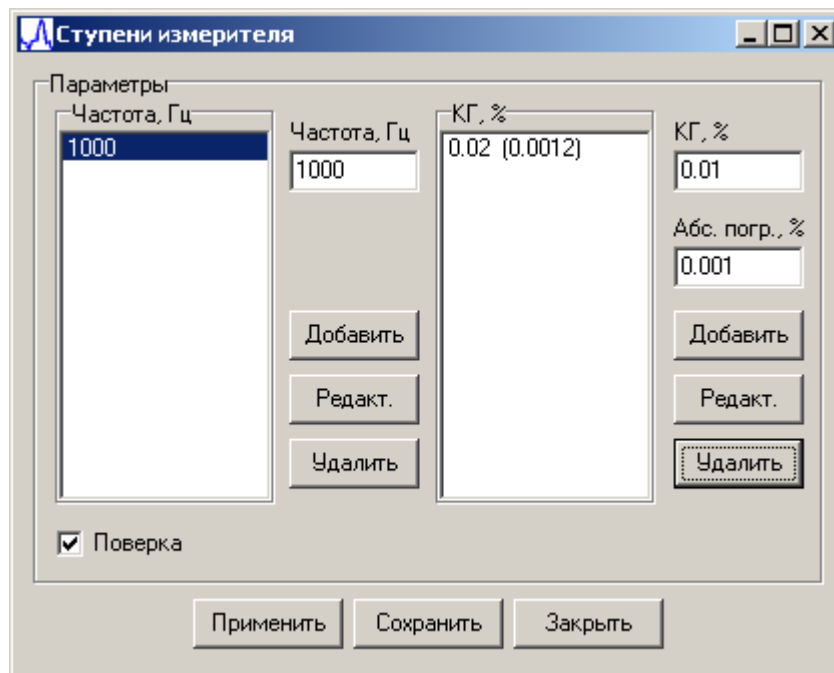

Рисунок 43. Удаление параметров ступени
6.5.2.6. Для удаления ступени по частоте или Кг необходимо выделить строчку, которую требуется удалить, и нажать кнопку «Удалить» (см. рисунок 43).